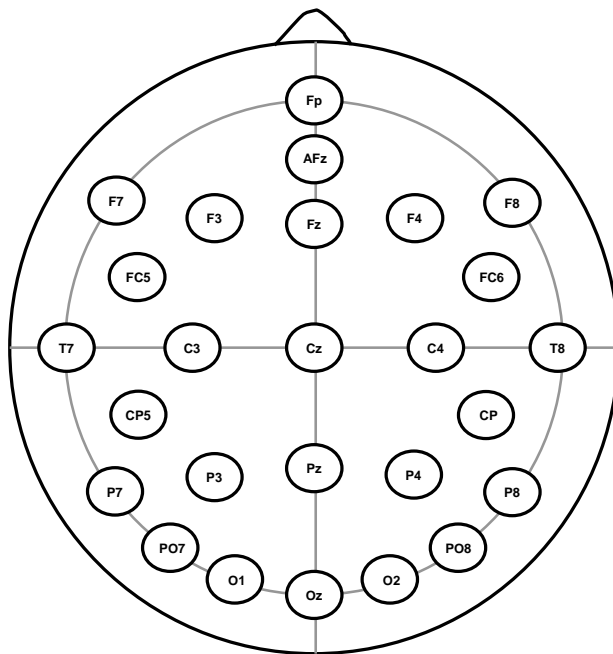

Figura 1: montaggio CFG1
- una configurazione con array a bassa densità CFG1 con 23 siti (figura 1), più eventuali siti facciali per elettrooculogramma.